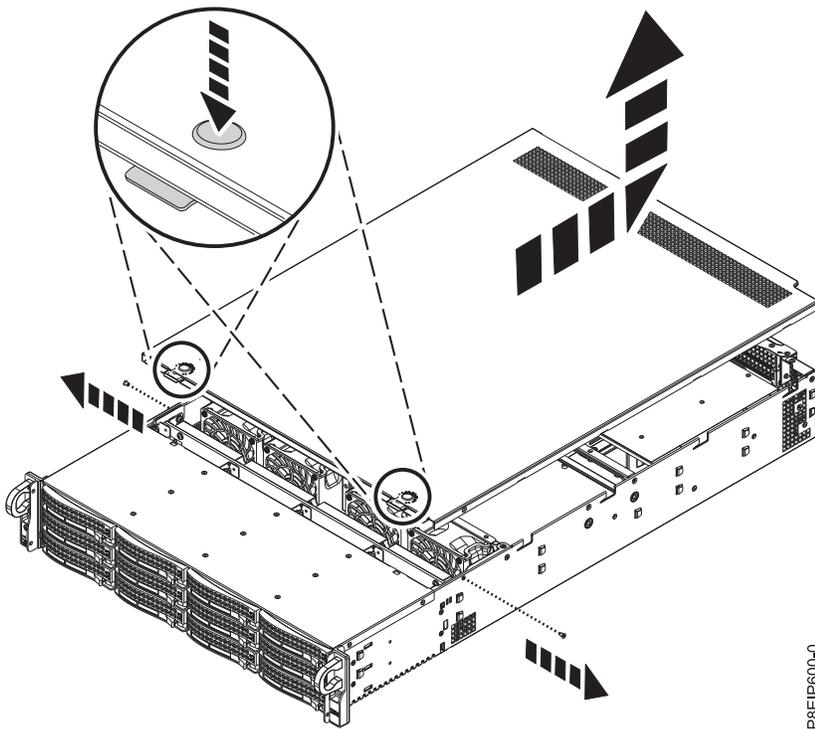

Figura 95. Liberación y apertura de la cubierta
3. Presione los dos botones en la cubierta superior para liberar los pestillos como se muestra en la Figura 95, y empuje la cubierta hacia atrás 1 cm (0,5 pulgadas) hasta que se detenga. Si los botones no se presionan fácilmente, extraiga un poco las unidades directamente debajo de los botones.